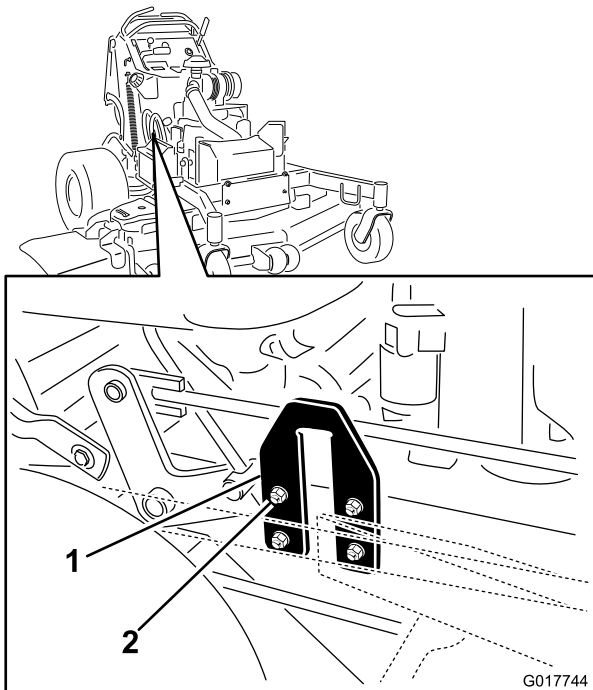

Figure 92
2. Trouvez les plaques en U sur le côté du plancher moteur (Figure 92).
3. Desserrez un côté de la plaque en U et montez ou abaissez la plaque pour réduire la différence entre les valeurs mesurées en B et C à 6 mm (1/4 po) maximum, comme montré à la Figure 92.